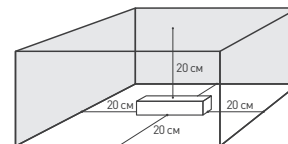

Рис. 1. Свободное пространство вокруг источника
- Для естественной вентиляции обеспечьте не менее 20 см свободного пространства вокруг источника питания, как изображено на рис. 1. При невозможности обеспечить свободное пространство используйте принудительную вентиляцию.